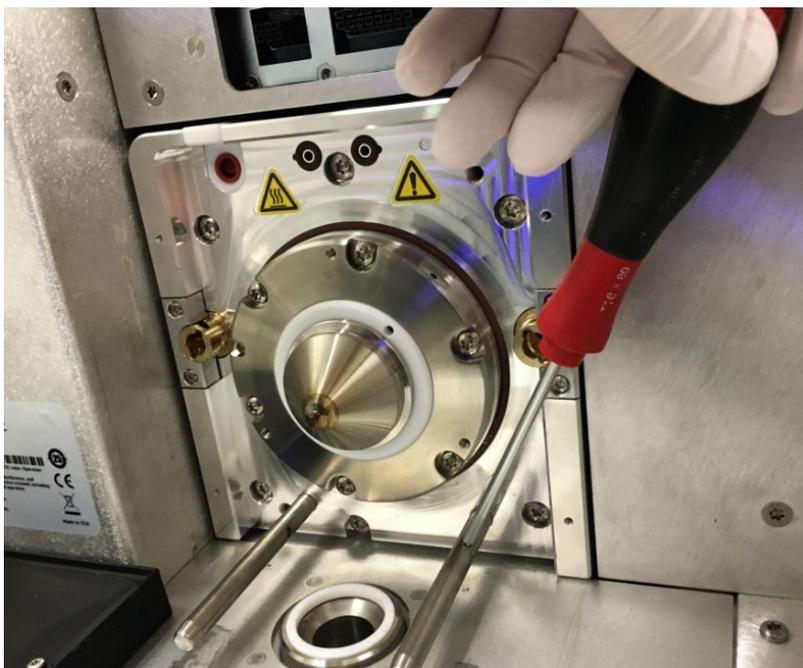

Figure 122 : serrage des broches de la chambre de nébulisation
- 3) Vérifiez que les broches de la chambre de nébulisation sont serrées. Si elles sont desserrées, utilisez un tournevis T10 ou serrez les broches de guidage de la chambre de nébulisation comme indiqué dans la Figure 122.